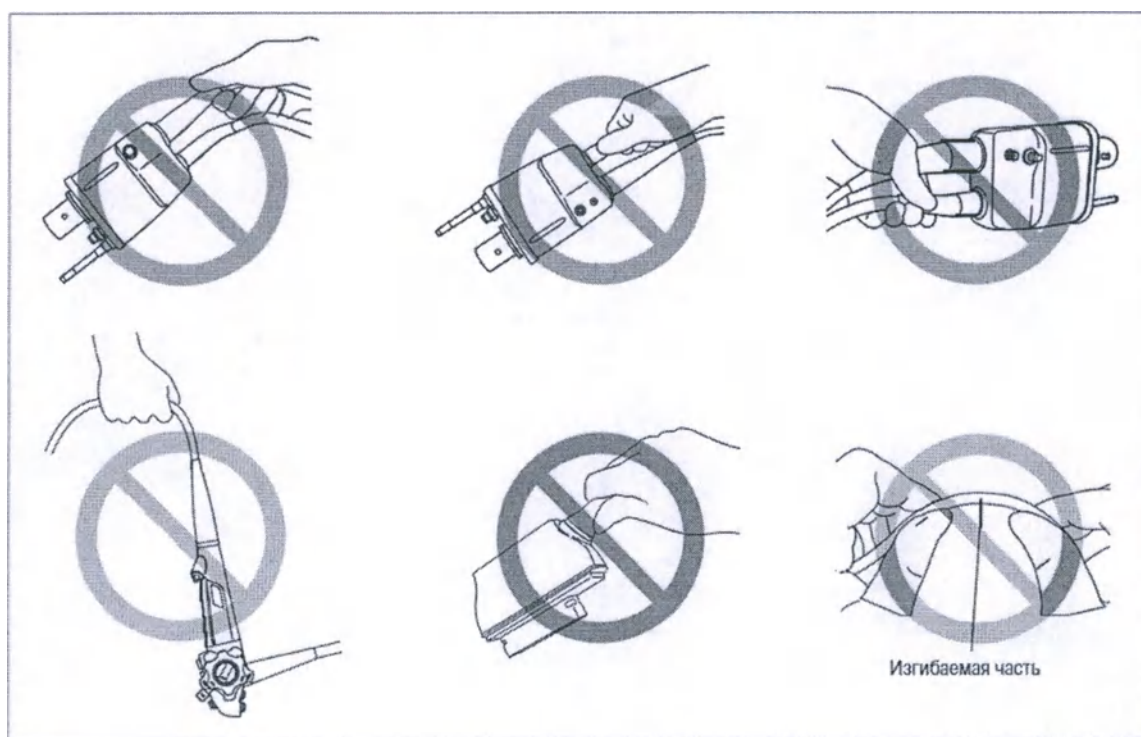

Рис. 1.6
- **НЕ** переносите эндоскоп за соединительный шнур, кабель разъём сканера или вводимую часть. **НЕЛЬЗЯ** сильно сжимать и сгибать изгибаемую часть (рис.1.6). Это может привести к повреждению эндоскопа.